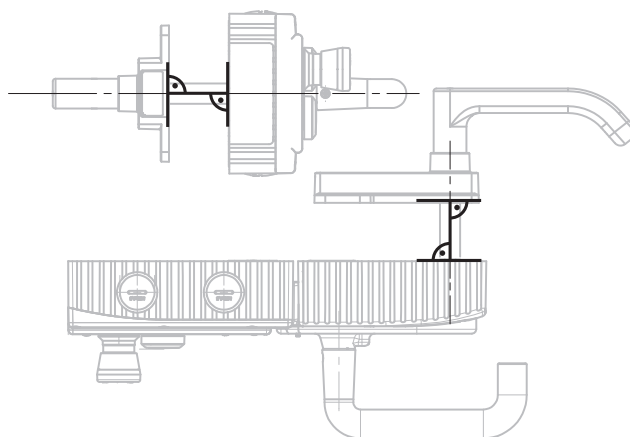

Fig. 7 : Exemple de montage pour une porte sur charnières à droite (vue d'ensemble)
- Aligner l'axe du dispositif de déverrouillage interne à angle droit par rapport au module de poignée. Voir Fig. 4 et Fig. 7.
Étapes de montage, voir les Fig. 7 et Fig. 8 à Fig. 13.